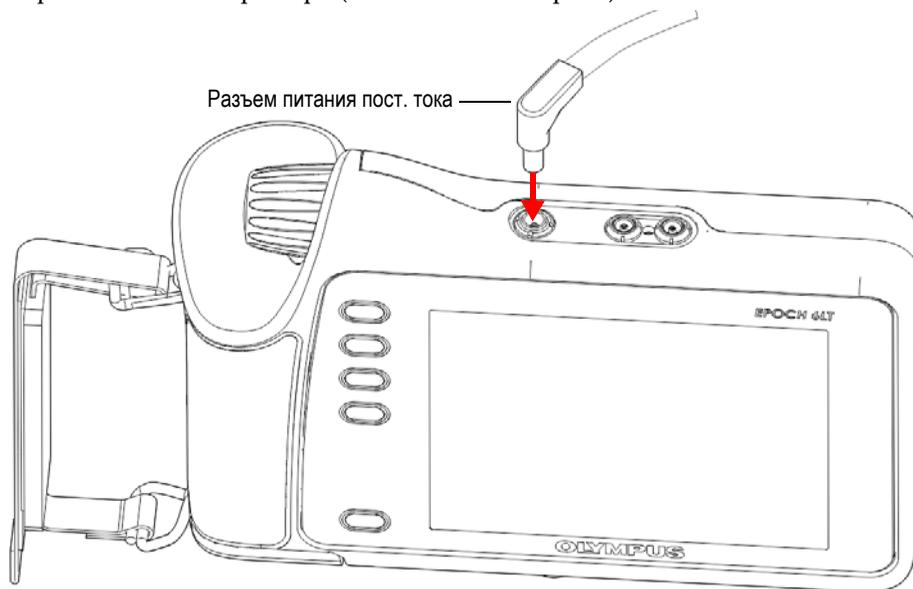

Рис. 3-1 Зарядное устройство/адаптер перемен. тока
1. Подключите разъем питания постоянного тока к разъему для адаптера перемен. тока на приборе (см. Рис. 3-1 на стр. 38).